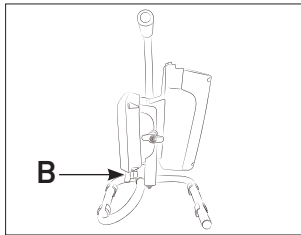

FIG. 5B
Pour régler l'angle du cadre de la lampe, desserrer le bouton de réglage de l'angle du cadre (B), tenir le cadre avec une main et régler la poignée avec l'autre main. (Fig. 5B)